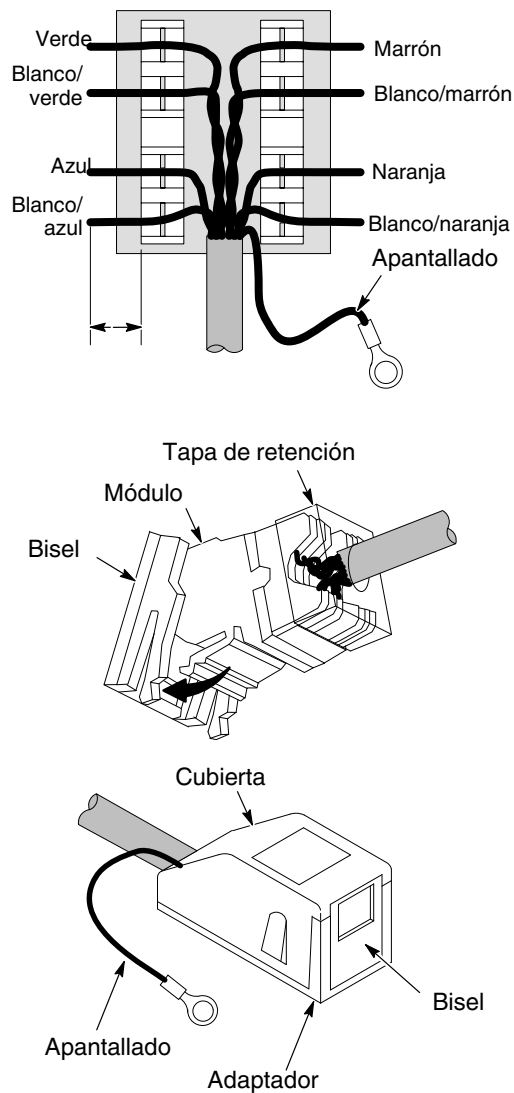

Figura 3-11 Conexión de cable ethernet a módulo de terminación
6. Ver la figura 3-11. Colocar los cables de par trenzado en el módulo siguiendo el esquema de cableado T568-B, con los extremos por lo menos 1/4 pulg. a través de los terminales. Mantener los trenzados en los cables lo más cerca posible de los terminales. Utilizar una herramienta de perforación de 110 para unir los cables.